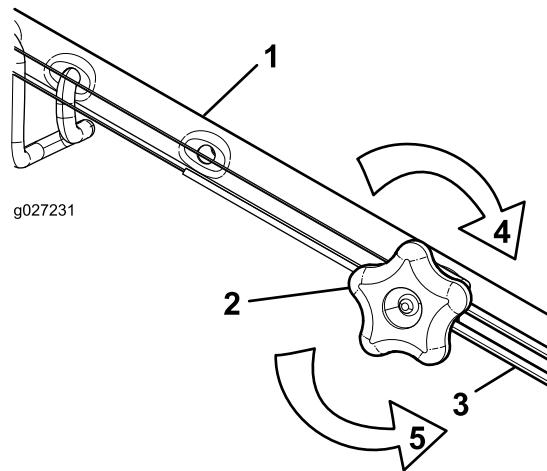

Figura 30
2. Regolate la tensione del cavo (Figura 30) tirandolo indietro o spingendolo in avanti e mantenendo quella posizione.
1. Girate la manopola di regolazione in senso antiorario per allentare la regolazione del cavo (Figura 30).